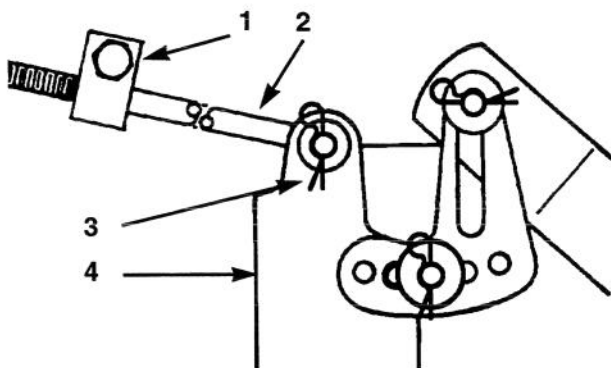

Figure 12
3. Mesurer la portion de tige dépassant du bloc de réglage de chaque côté du châssis (Fig. 12). Si la longueur de la tige n'est pas égale à 15,875 mm, déposer la goupille et la rondelle à l'extrémité de la tige (Fig. 12) et tourner la tige jusqu'à ce que cette dimension soit obtenue. Insérer ensuite l'extrémité de la tige dans le trou du support de la tondeuse et la fixer au moyen de la rondelle et de la goupille. Répéter cette procédure de l'autre côté de la tondeuse.